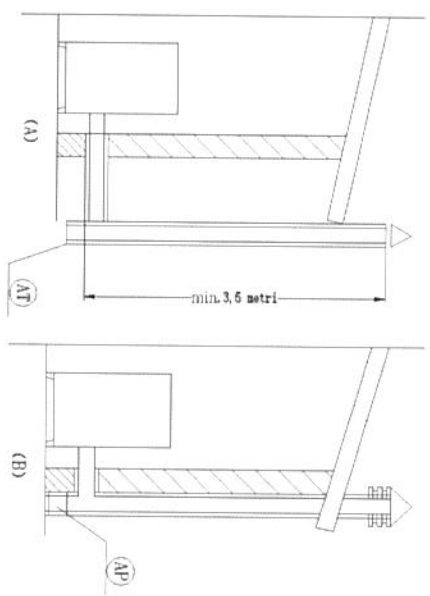

Figura 3-2-1
En ambas soluciones debe haber una tapa de inspección (AT) y / o escotilla de inspección (AP), como se muestra en la Figura 3-2-1. Se prohíbe conectar más de una madera / pellet o cualquier otro tipo de aparato (ventilación con cuna ...) a la misma chimenea. A menos que haya estándares nacionales (como Alemania), que en condiciones adecuadas permitan la instalación de varios aparatos en la misma chimenea. En cualquier caso, siga estrictamente los requisitos de producto / instalación de las regulaciones / legislación relativas vigentes en el país local.